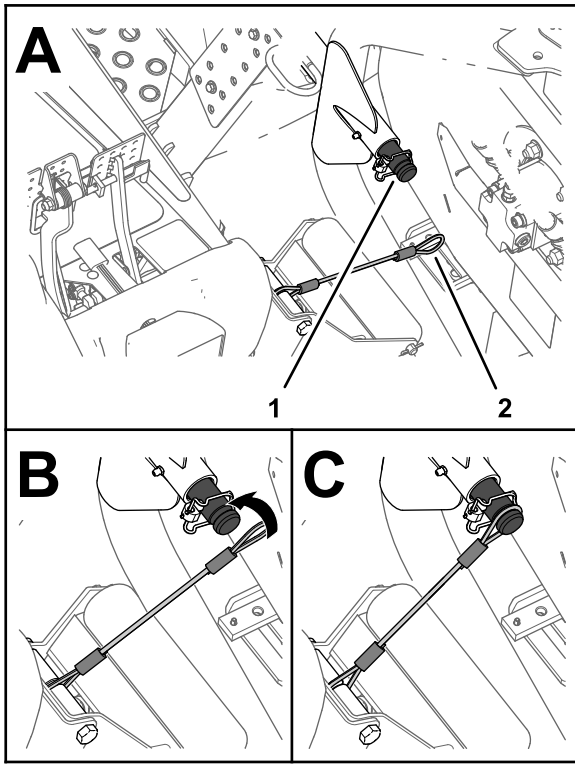

图 33
5. 将系索与前外侧滚刀组升降臂的承载轴对齐 图 33。
6. 将系索的挂环滑到承载轴上直至系索完全嵌入承载轴的槽中图 33。